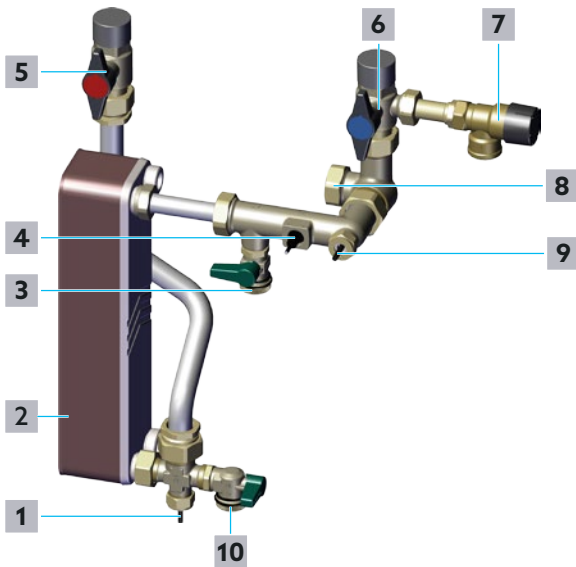

Abb. 34: Trinkwasserkreis
- 2 Schließen Sie langsam den Absperrkugelhahn Trinkwasser warm (siehe Position **5** in Abb. 34 auf Seite 37 und Position **10** in Abb. 2 auf Seite 11).
- 3 Schließen Sie langsam den Absperrkugelhahn Trinkwasser kalt (siehe Position **6** in Abb. 34 auf Seite 37 und Position **11** in Abb. 2 auf Seite 11).
- 4 Schrauben Sie die Verschlusskappe des KFE-Kugelhahns Trinkwasser warm ab (Position **10** in Abb. 34 auf Seite 37 und Position **16** in Abb. 2 auf Seite 11).
- 5 Schließen Sie den Ablassschlauch für Trinkwasser an den KFE-Kugelhahn Trinkwasser warm an (Position **10** in Abb. 34 auf Seite 37 und Position **16** in Abb. 2 auf Seite 11).
- 6 Öffnen Sie den KFE-Kugelhahn Trinkwasser warm (siehe Position **10** in Abb. 34 auf Seite 37 und Position **16** in Abb. 2 auf Seite 11).
- 17** Schließen Sie den KFE-Kugelhahn Trinkwasser warm (siehe Position **10** in Abb. 34 auf Seite 37 und Position **16** in Abb. 2 auf Seite 11).